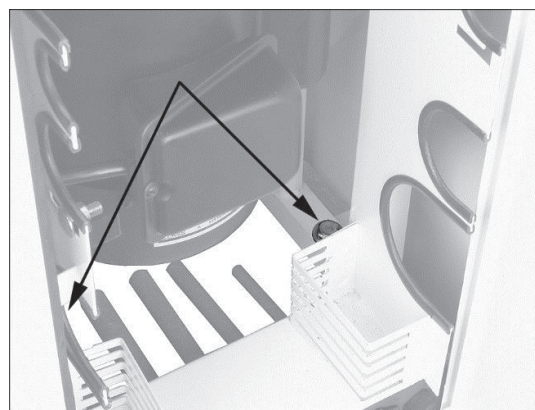

Abbildung 2
2. Ratschenschlüssel mit langer Buchse verwenden, um die zwei Schrauben auszuschauben, mit denen die Maschine an der Palette befestigt ist (Abbildung 2).